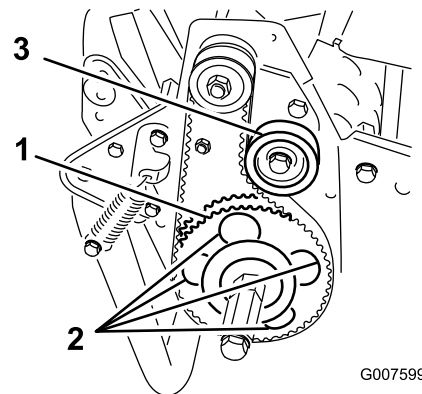

Figura 38
7. Gire la polea arrastrada hasta que los taladros queden alineados con los 4 tornillos con arandela prensada del cojinete de rodillos (Figura 38).
11. Ajuste la tensión de la correa y apriete el tornillo de montaje de la polea tensora (Figura 38).